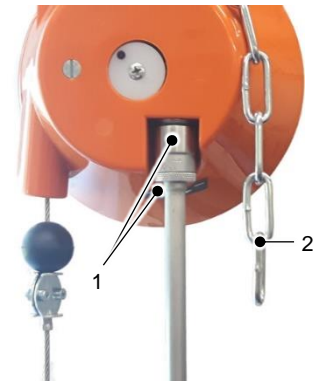

Abb. 5.3 – Feinabstimmung des Federzuges
Der Federzug ist mit einer Sicherungskette (2) gesichert, s. *Abb. 5.3 – Feinabstimmung des Federzuges*. Diese muss unabhängig von der Aufhängung des Federzuges ortsfest gesichert werden.